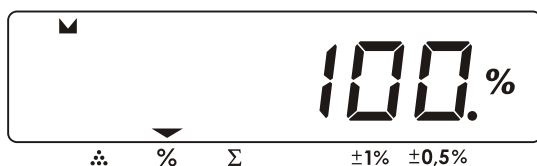

Рисунок 36. Показания дисплея при принятии веса товара за 100%.
- положите товар на весы, нажмите клавишу **%**. На экране дисплея появится значение 100% (см. Рисунок 36);